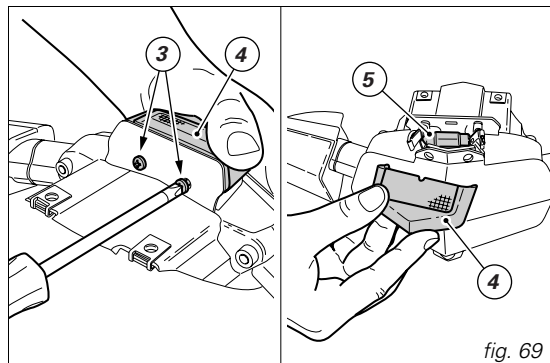

fig. 69
Svitare le due viti autofilettanti (3) che fissano la coppetta (4) con trasparente per la luce targa. Sfilare la coppetta con trasparente e sostituire la lampada (5) della luce targa (fig. 69).